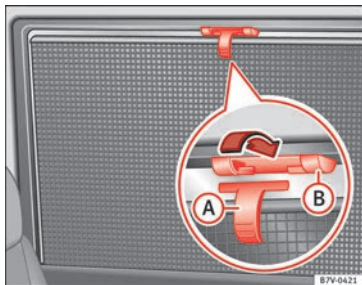

Abb. 143 Im hinteren rechten Fenster: Sonnenschutzrollo.
- Sonnenschutzrollo am hervorstehenden Griff » **Abb. 143** **A** ganz nach oben ziehen.